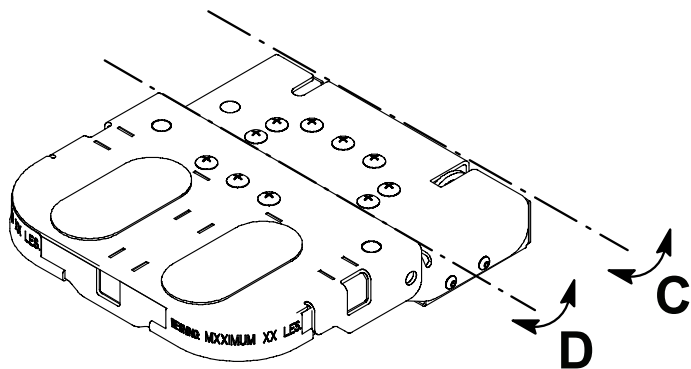
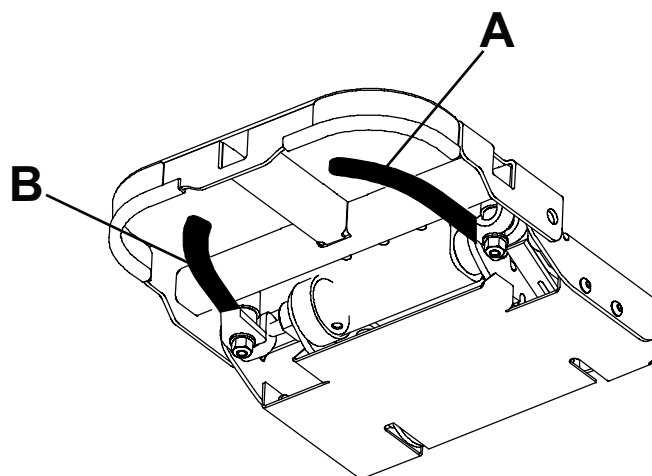

Figura 4 – Ruotare la testiera
Figura 5 – Posizione delle maniglie
- La maniglia (A) (Figura 5) rilascia un blocco e ruota la testiera sull'asse (C) (Figura 4).
- La maniglia (B) (Figura 5) rilascia l'altro blocco e ruota la testiera sull'asse (D) (Figura 4).